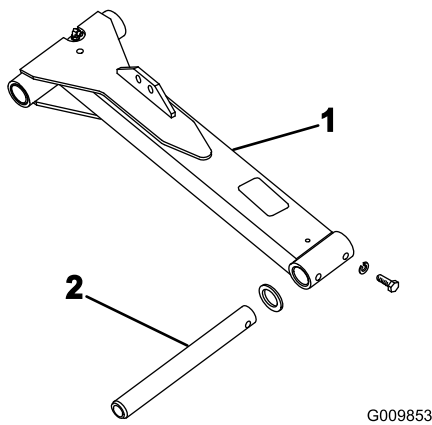

Bild 5
1. Setzen Sie eine Gelenkstange in den linken Hubarm ein und fluchten Sie die Befestigungslöcher aus (Bild 5).